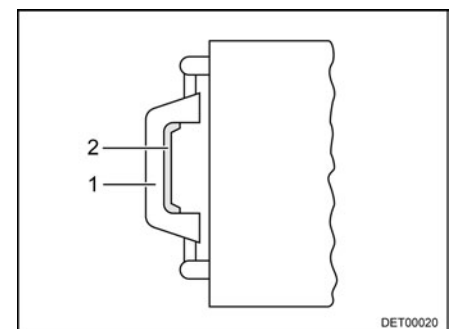

Fig. 53 Claraboya, tirador
- Presionar el cierre de resorte (Fig. 53,2) hacia el lado interior de la claraboya. Presionar simultáneamente hacia arriba la claraboya con el tirador (Fig. 53,1).
- Tirar la claraboya enérgicamente hacia abajo por los dos tiradores (Fig. 53,1), hasta que los dos cierres a presión engatillen.